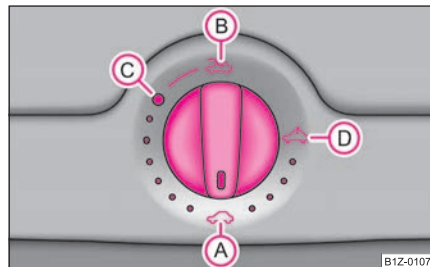

Fig. 36 Comutator rotativ pentru trapa/plafonul glisant electric
Trapa/plafonul glisant se poate deschide și închide când contactul este pus, de la comutatorul rotativ ⇒ fig. 36. Comutatorul rotativ are mai multe poziții.
- Rotiți comutatorul în poziția (C) ⇒ fig. 36.
- Rotiți comutatorul în poziția **A** ⇒ fig. 36.
Puteți închide trapa fără activarea protecției la suprasolicitare apăsând comutatorul în poziția **A** ⇒ fig. 36 în față, până când trapa se închide complet ⇒
După fiecare acționare de urgență (cu cheia hexagonală) trapa trebuie adusă în poziția de bază. De aceea trebuie să amplasați comutatorul în poziția **A** ⇒ pagina 48, fig. 36 și să îl apăsați cca. 10 secunde. ■